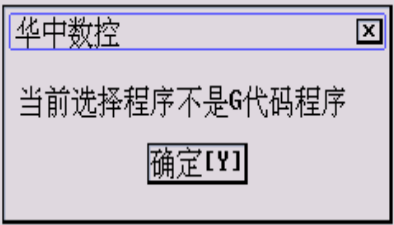

图 5.1.3 提示文件类型错
- (9) 按 **Enter** 键，如果被选文件不是零件程序，将弹出如图 5.1.3 所示对话框，不能调入文件；